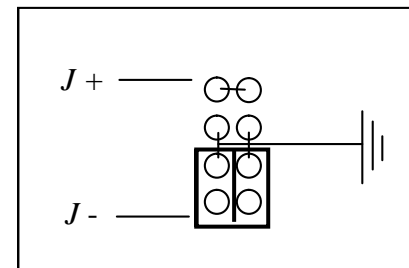

Рис. 5 Заземление минусовой клеммы
11.3 На основной плате возле отрицательной выходной шины найдите разъем заземления – см. рис. 5. Заводская установка переключки – заземление по минусовой клемме источника.